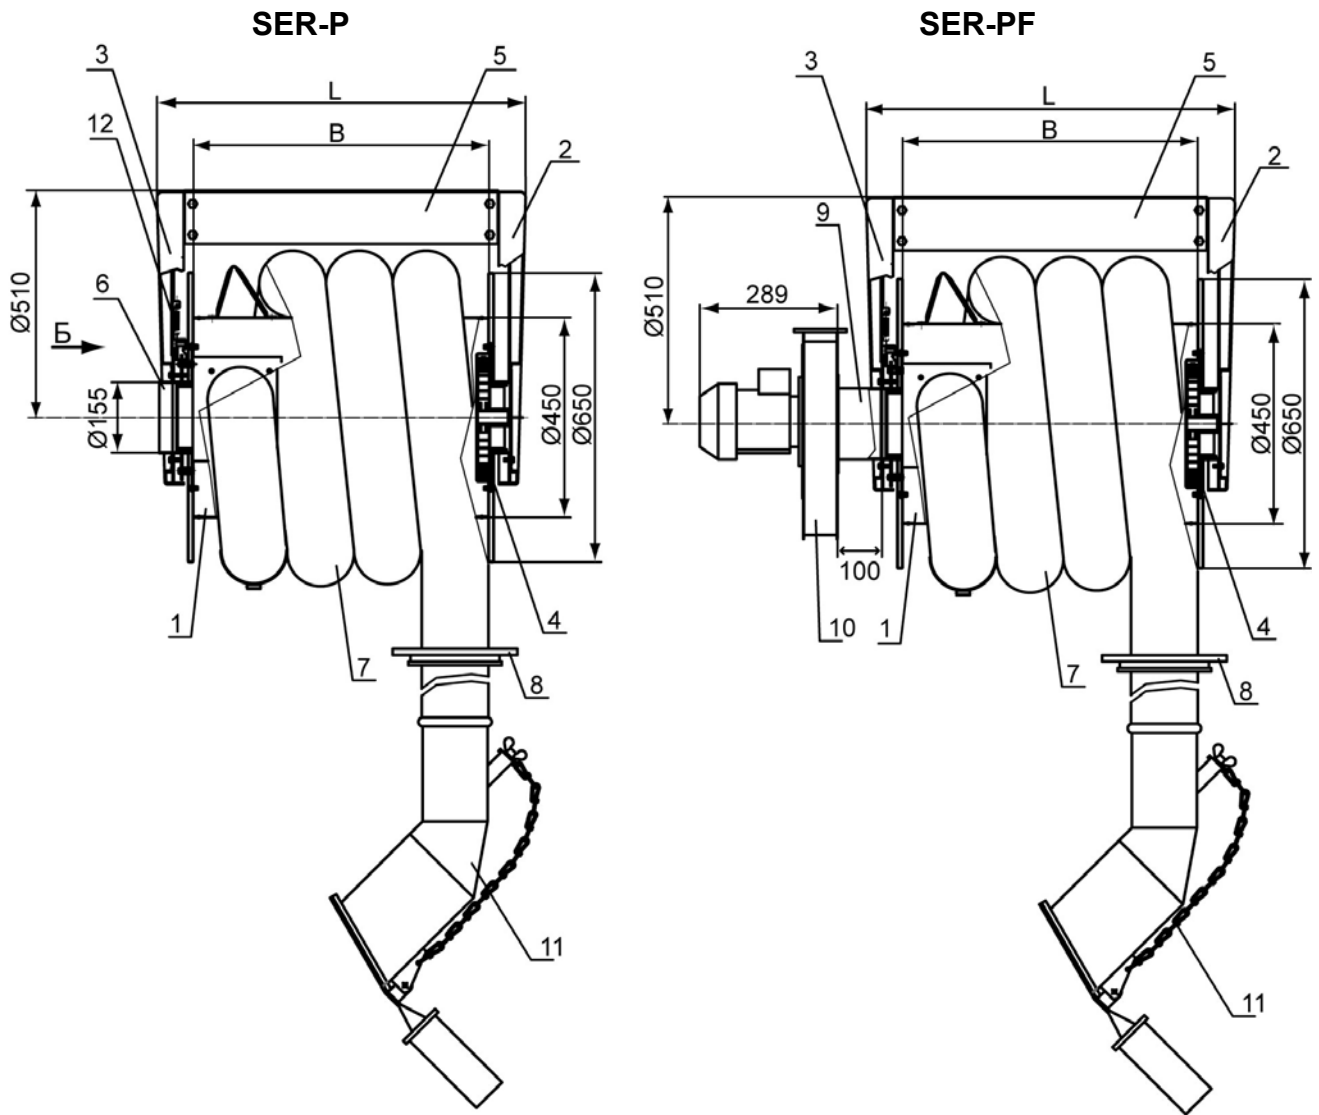
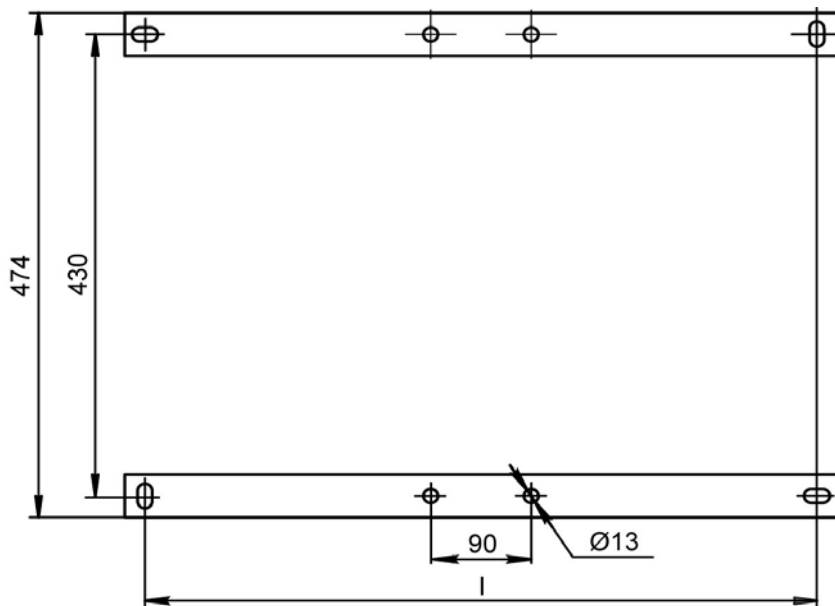

Рис. 2.1
Рис. 2.2
2.3. Габаритные и присоединительные размеры вытяжной катушки SER-P при ведены на рис. 2.1, рис. 2.2 и в таблице 2.2.
3.1. Вытяжные катушки SER-P и SER-PF состоят из следующих основных узлов и деталей (см. рис. 2.1):
Внимание! При установке катушки на стену или потолок, стойки катушки должны крепиться на ровную поверхность. Перекос стоек при затяжке крепежных болтов недопустим, это приводит к заклиниванию подшипников барабана. Для компенсации перекаса использовать прокладки под опорную поверхность стоек. При правильной установке катушки барабан должен вращаться свободно. После установки катушки вывернуть стопорный (транспортировочный) болт М6 (см.рис.2.1 вид Б).